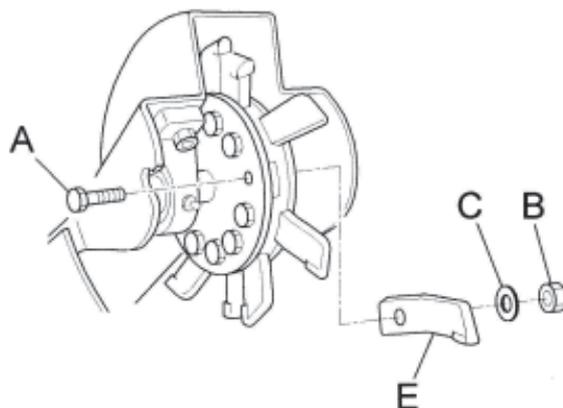

Fig. 9
- I bulloni di fissaggio degli utensili di taglio ed i relativi dadi (fig. 9 Rif. A,B,C)sono anch'essi soggetti ad usura. Sostituirli sempre assieme agli utensili di taglio, utilizzando bulloneria del medesimo tipo e resistenza.
2. Togliere tutte le viti di fissaggio degli utensili di taglio (fig. 9, rif. A,B,C), prestando attenzione che non cadano degli utensili quando le viti sono allentate)
3. Controllare ogni singolo utensile di taglio (fig. 9 rif. E) e verificare che non presentino crepe. Sostituire eventuali utensili crepati.